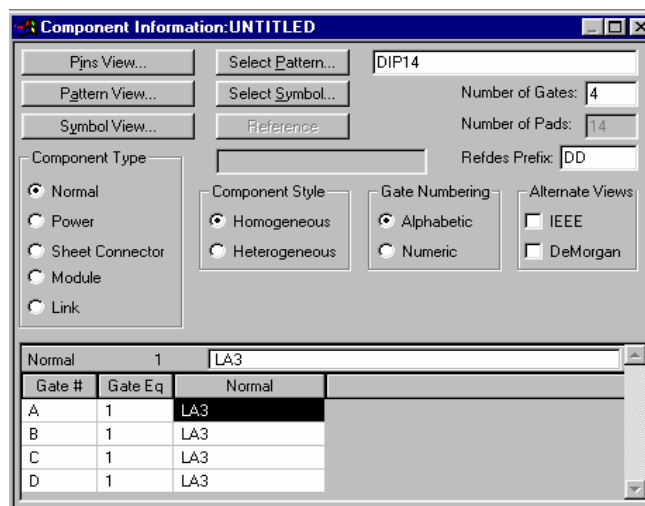

Рисунок 2.7- Меню Component Information
- 4) В графе **Gate Numbering** выбирают буквенный способ именования секций компонента **Alphabetic** (первая секция в графе **Gate #** в таблице на рис. 2.7 получит номер А, вторая – В и т.п.). Все секции однородных компонентов по умолчанию получают одинаковый код логической эквивалентности **Gate Eq**, что позволит их автоматически переставлять в процессе размещения компонентов на печатной плате.